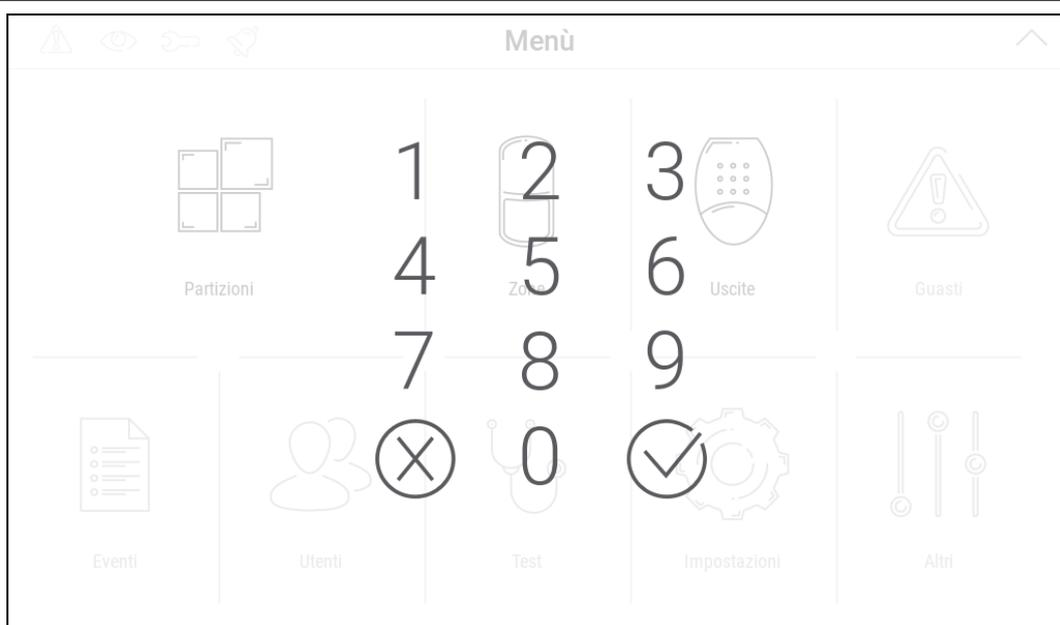

Fig. 3. Tastiera virtuale.
2. Scorrere verso l'alto. Viene visualizzata la tastiera (Fig. 3).